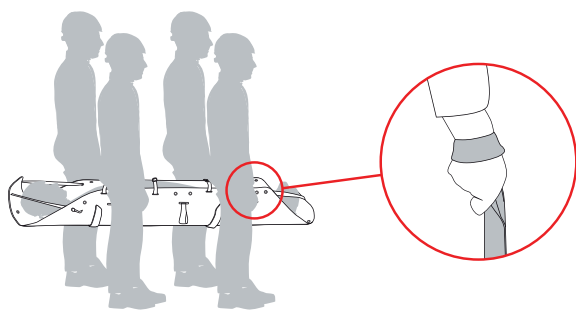
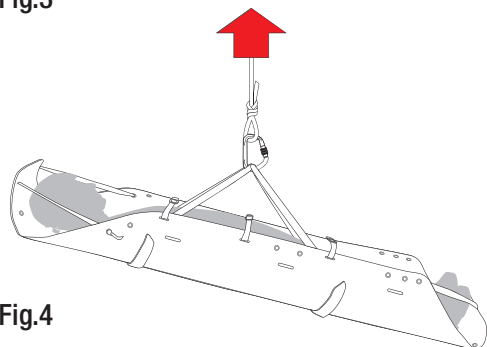
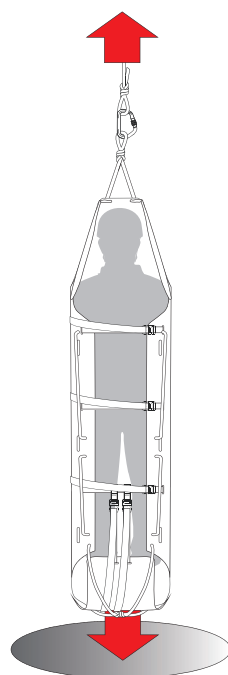

Fig.3
Fig.4
Fig.5
- 1:3 = carico d'uso: 150 kg per sollevamento e trasporto manuale mediante le maniglie (J) - (fig. 3),
- 1:10 = carico d'uso: 150 kg per sollevamento con dispositivi di salvataggio mediante sospendita (O) - (fig. 4), e per calata e/o recupero in verticale con dispositivi di salvataggio mediante la corda (N) - (fig. 5).
- 1:14 = carico d'uso: 100 kg per sollevamento e trasporto con elicotteri mediante sospendita (O) - (fig. 4),
Il telo "ROLLY" è adatto per sollevare e trasportare il paziente mediante le maniglie laterali (fig. 3), la sospendita (fig. 4) e calarlo o recuperarlo in verticale mediante la corda statica (fig. 5).